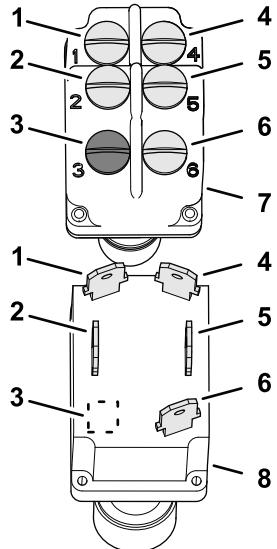
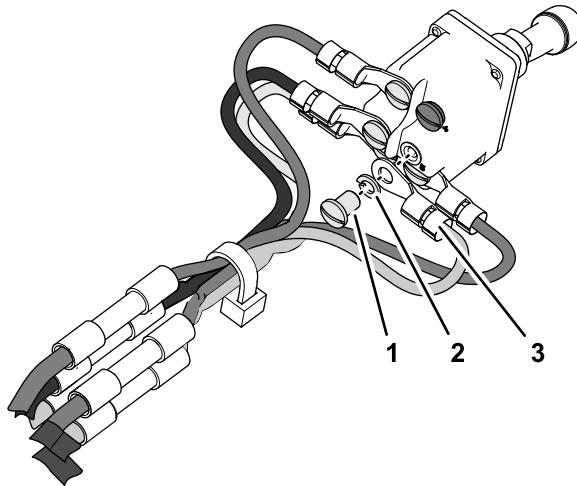

Figure 5
Figure 6
2. Alignez les rainures de détrompage puis identifiez l'emplacement des contacts sur l'ancienne et la nouvelle commande de PDF (Figure 5).
3. Retirez la vis et la rondelle-frein du circuit B sur la nouvelle commande de PDF (Figure 5).
4. En vous reportant au tableau d'identification des circuits sous Dépose de la commande de PDF \(page 3\), assemblez les cosses en anneau de l'adaptateur de faisceau du circuit B de contact de la commande (repéré par du ruban électrique) sur la nouvelle commande de PDF au moyen de la vis d'assemblage et de la rondelle-frein (Figure 6).
5. Retirez la vis et la rondelle de blocage du circuit C sur la nouvelle commande de PDF (Figure 5).
6. En vous reportant au tableau d'identification des circuits sous Dépose du connecteur à 5 douilles \(page 2\), assemblez les cosses en anneau de l'adaptateur de faisceau du circuit C de contact de la commande (repéré par du ruban électrique) sur la nouvelle commande de PDF au moyen de la vis d'assemblage et de la rondelle-frein (Figure 6).
7. En vous reportant au tableau d'identification des circuits, assemblez les cosses en anneau des circuits de contact A, D et, le cas échéant, E sur la nouvelle commande de PDF au moyen des vis d'assemblage et des rondelles-frein (Figure 5 et Figure 6).